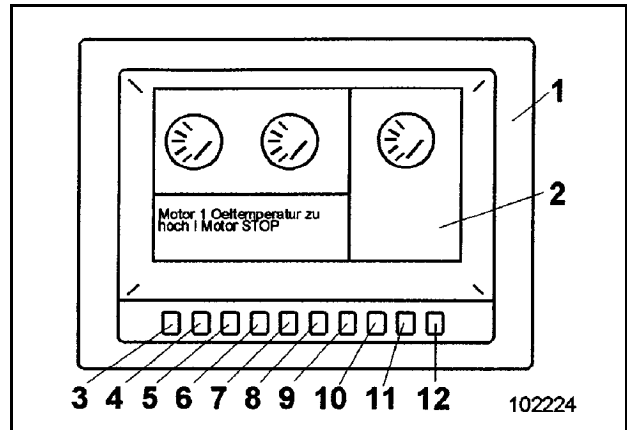
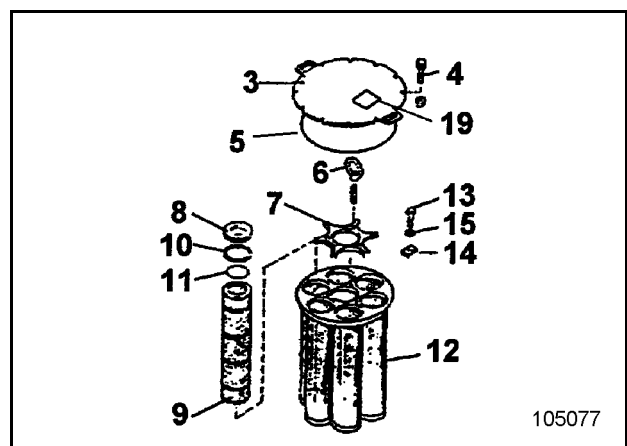

Fig. 3-73:
Fig. 3-74:
- wenn vom BCS über den Bildschirm (Fig. 3-73:) eine Warnmeldung angezeigt wird. Die Filterelemente (9, Fig. 3-74:.) sind dann stark verschmutzt.